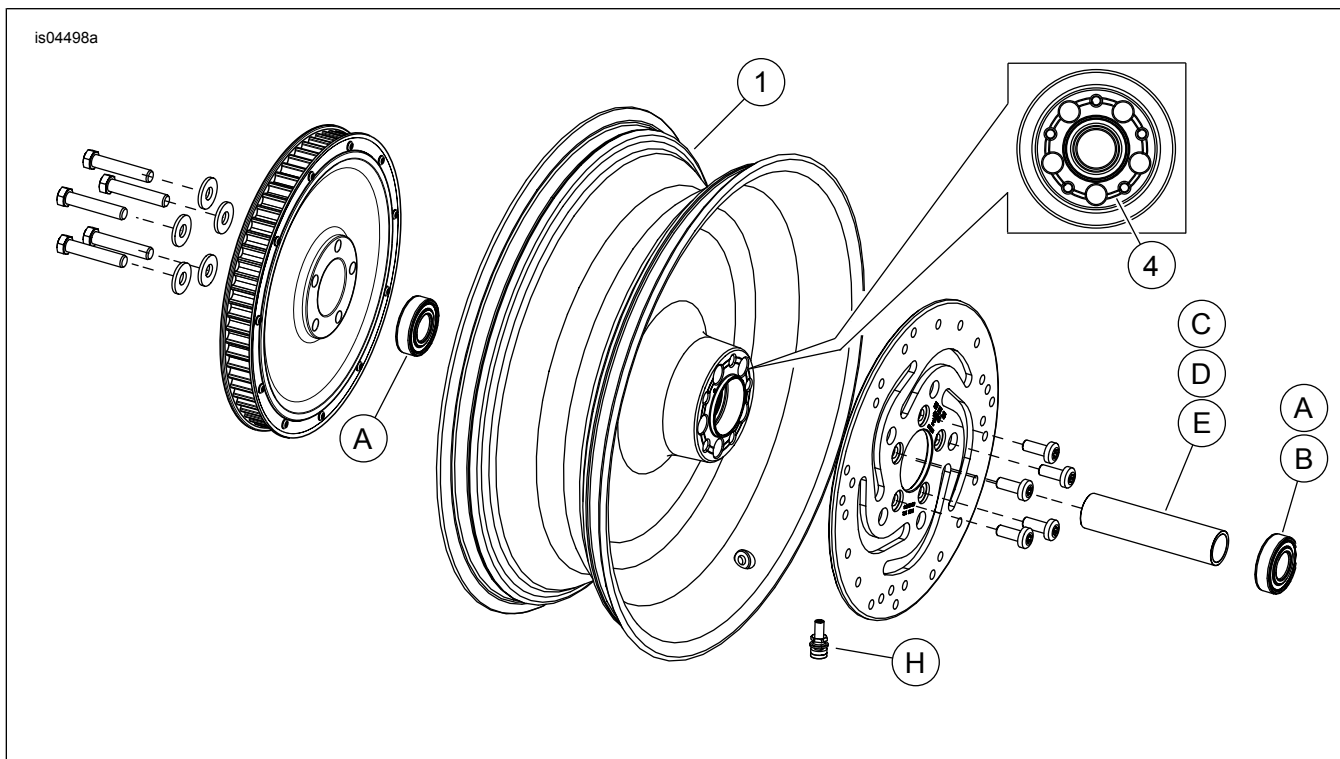

Figure 1. Pièces de rechange : Roues arrière pleines forgées
Voir Figure 1 et Tableau 2.
2. Voir Figure 1. Poser l'ensemble de tige de soupape (H) sur la roue. Voir PNEUS dans le manuel d'entretien.